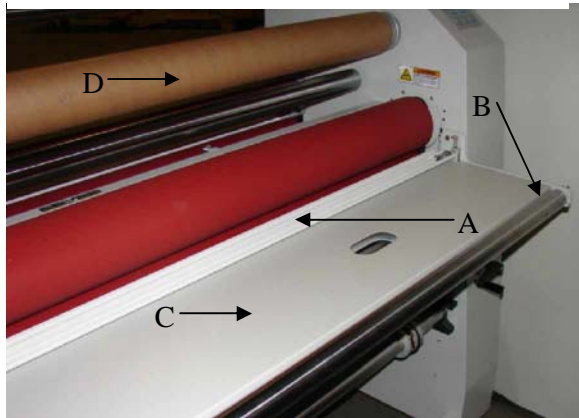

Figure2
**Media Tables:** (Fig. 2 & 3)